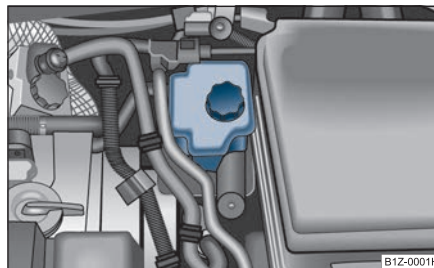

Fig. 214 Vano motor: Depósito del líquido de frenos
- Verifique el nivel de líquido de frenos en el depósito ⇒ fig. 214. El nivel debe encontrarse entre las marcas "MIN" y "MAX".